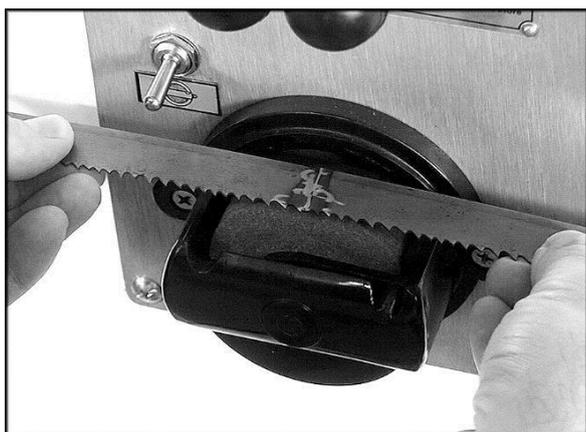
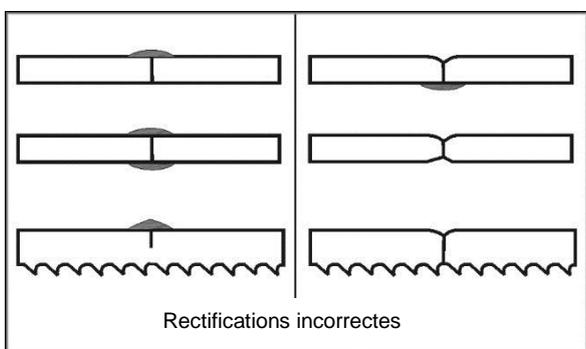

Figure 20
Figure 21
6. Contrôler et assurez-vous que la partie soudée est de même épaisseur que le reste de la lame. Si ce n'est pas le cas, poncer l'excès du matériau de soudage avec la rectifieuse (Figure 20). La Figure 21 illustre quelques exemples de rectification incorrecte.
7. Contrôler et assurez-vous que la partie soudée est de même épaisseur que le reste de la lame. Si ce n'est pas le cas, poncer l'excès du matériau de soudage avec la rectifieuse (Figure 20). La Figure 21 illustre quelques exemples de rectification incorrecte.